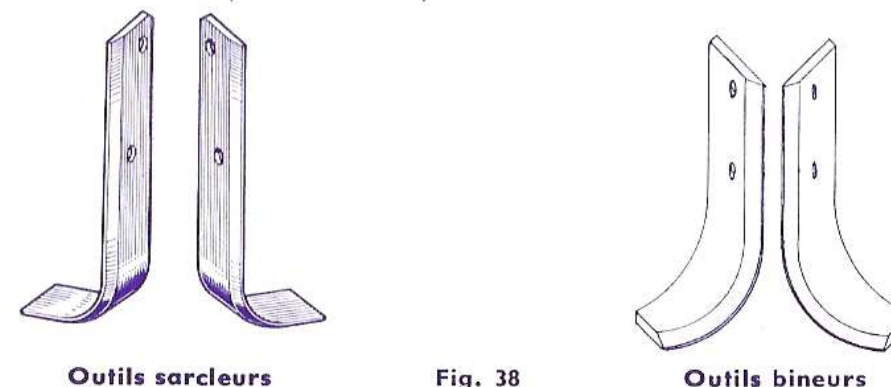

Fig. 38
**OUTILS DE SARCLO-FRAISE (Fig. 38) :**